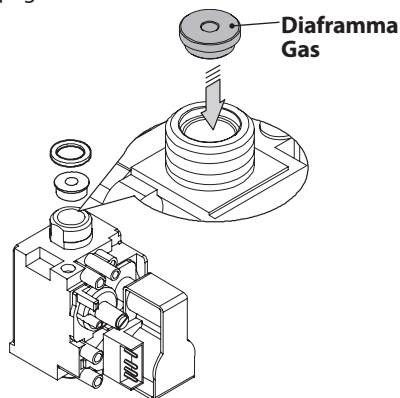

Figura 8.2
- Eseguire la trasformazione del tipo di gas sostituendo correttamente il diaframma gas (Figura 8.2), facendo riferimento alla sezione "Dati tecnici M260MR.2025 SM/T" a pag. 30 e "Dati tecnici M260MR.2530 SM/T" a pag. 34.